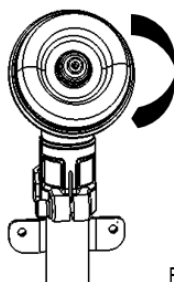

Fig.2
1. Entfernen Sie die Mutter (im Uhrzeigersinn), die Staubschutzkappe und die Getriebestützplatte. (Abb. 2 und 3).